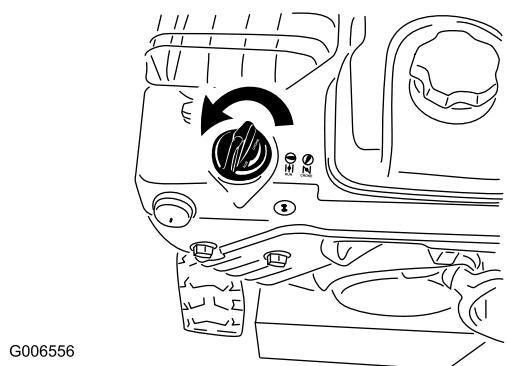

Figure 31
5. Tournez la commande de starter à la position Starter sélectionné (Figure 31).